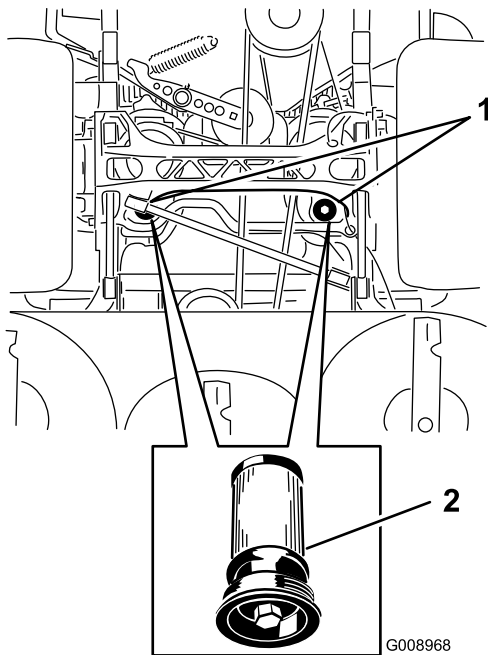

Figura 112
5. Coloque um recipiente de escoamento debaixo dos filtro, retire o filtro velho e limpe a superfície (Figura 112).
6. Aplique uma fina camada de fluido hidráulico na junta de borracha do filtro de substituição (Figura 112).